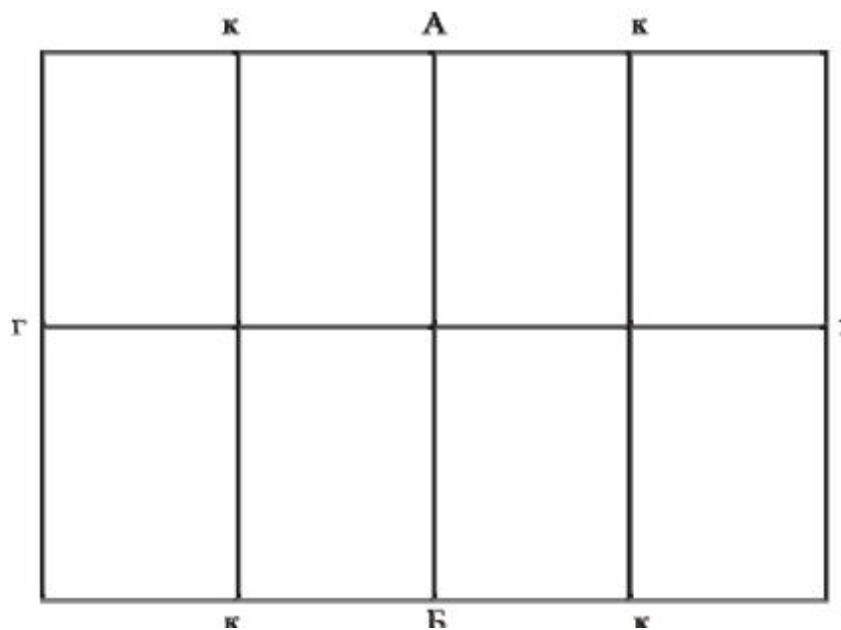

Рис. 4.5. Сітка схеми спуску для 8 смуг: г-г - лінія головок; к-к - лінії корінців; АБ - лінія розрізки по середниковому полю
2. Для побудови спуску НСФ будується сітка схеми спуску для 8 смуг (рис. 4.5), на ній вказуються лінії «головок» (г-г), лінії корінців (к-к), лінія розрізки (АБ).